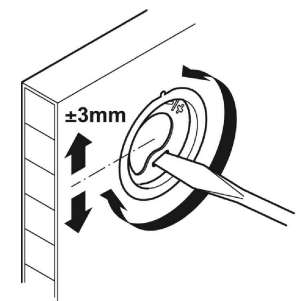

Рис. 4
4. Навесьте полку. При необходимости выполните регулировку (Рис. 4)